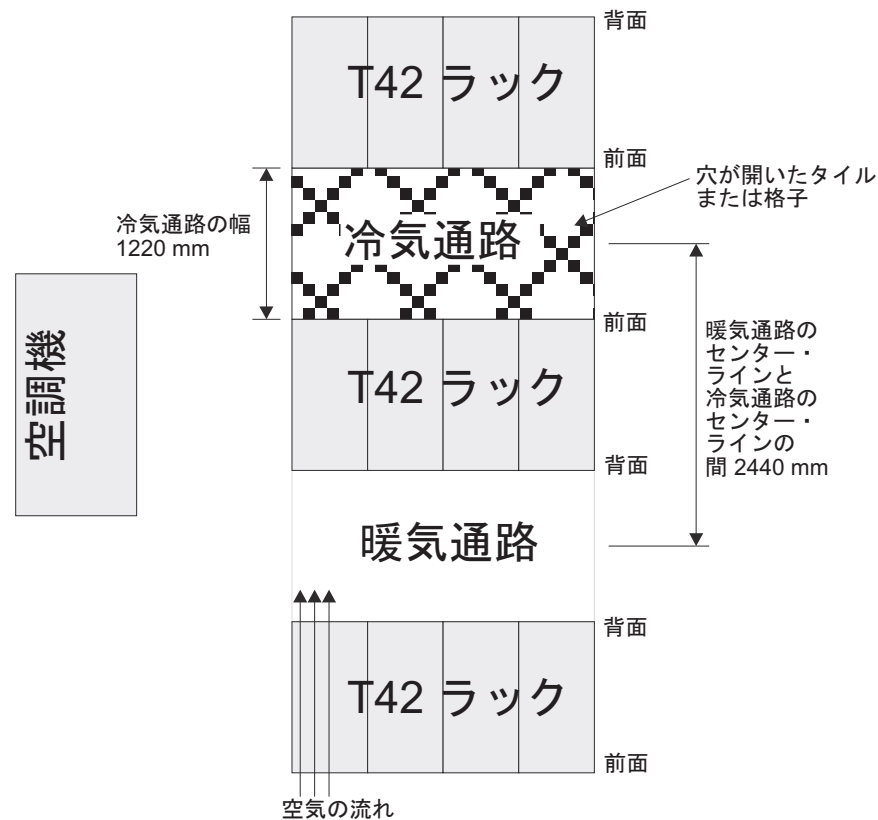

図 8. 冷気通路/暖気通路ラック構成の例
- 空気はラックの前面から入り、背面から出るようにすること。ラックから出る空気が、別の装置の取り入れ口に入らないようにするために、ラックを、背面と背面、あるいは前面と前面を合わせるようにして交互の列に配置する必要があります。この配置方法は冷気通路と暖気通路と呼ばれ、21 ページの図 8 にその図を示しました。